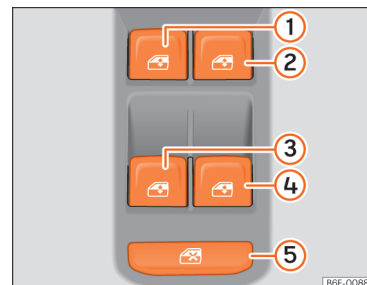

Рис. 65 Двері водія: органи управління склопідійомниками.
Кнопка **>>> рис. 65 ⑤** на дверях водія блокує клавіші склопідйомників задніх дверей.